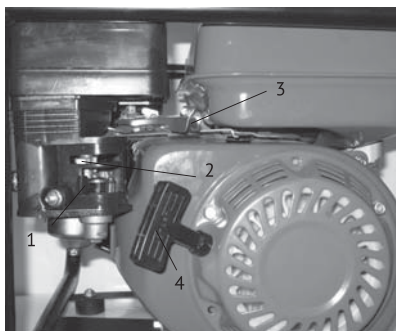

рис. 5
6.4.2 Откройте топливный кран (рис.5 поз.1) - крайне правое положение.
6.4.3 Переведите рычаг управления воздушной заслонкой (рис.5 поз.2) до упора в крайне левое положение «Закрыто» при пуске холодного двигателя и в промежуточное при пуске прогретого двигателя.
7.5.4 Установите рычаг регулировки дроссельной заслонкой (рис.5 поз.3) в центральное положение между положением «Минимально» и «Максимально».
6.4.4 Резко с интенсивным усилием потяните трос стартера (рис.5 поз.4) до упора, повторите действие ещё раз при необходимости. Если двигатель не запускается, следует изменить положение рычага воздушной заслонки (рис.5 поз.2), открывая её тем больше, чем выше температура двигателя и окружающего воздуха.
6.4.6 После прогрева двигателя в течение 10-40 секунд, в зависимости от начальной температуры, переведите рычаг воздушной заслонки (рис.5 поз.2) в крайнее правое положение «Открыто», и рычаг регулировки дроссельной заслонкой (рис.5 поз.3) в крайнее левое положение «Минимально», если при этом двигатель работает неустойчиво вернуть рычаг воздушной заслонки в прежнее положение и обеспечить завершение прогрева двигателя.
6.5.1 Установите рычаг регулировки дроссельной заслонкой (рис.5 поз.3) в крайнее левое положение «Минимально».
6.5.3 Закройте топливный кран (рис.5 поз.1) - крайнее левое положение.